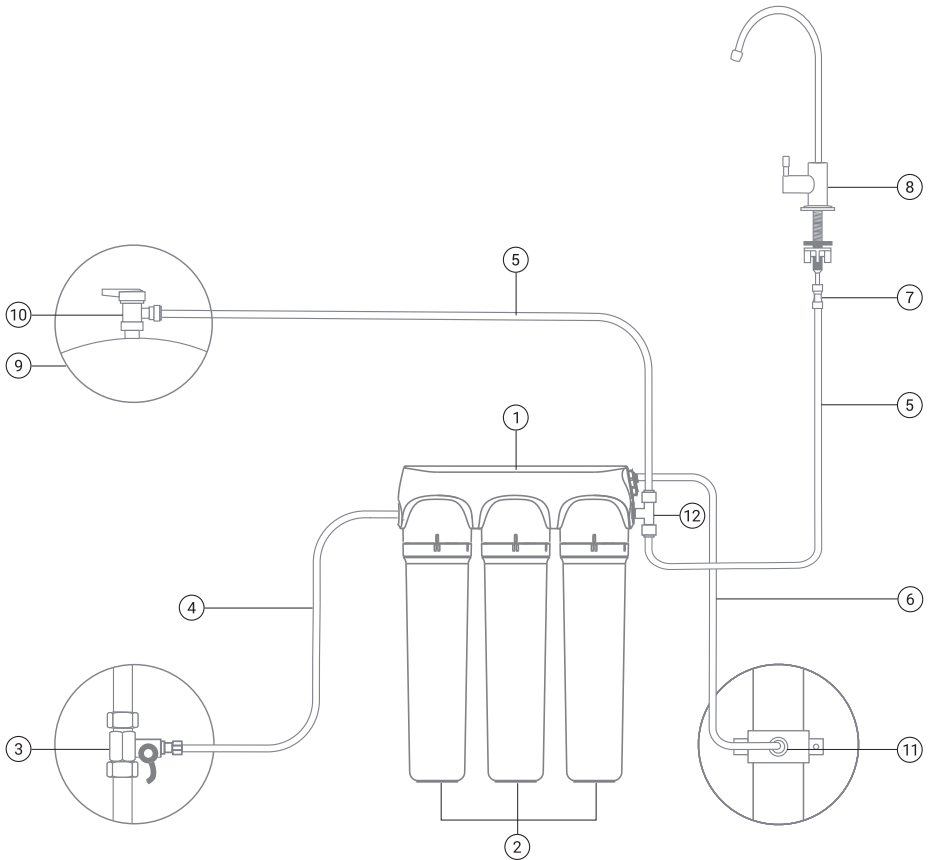
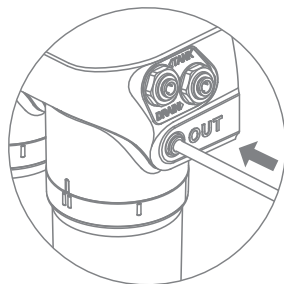
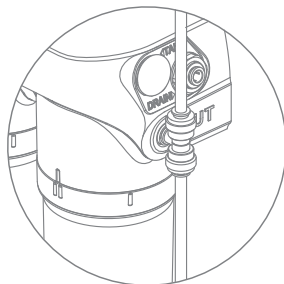

Рис. 12. Схема подключения Престиж Смарт Антибор.
Рис. 18
Рис. 19
5. Вставьте до упора свободный конец синей трубки в гнездо «OUT» на скобе фильтра (рис. 18). В фильтре Престиж Смарт Антибор свободный конец синей трубки подключается в фитинг-тройник 1/4" (рис. 19).
Вставьте до упора свободный конец трубки синего цвета в скобу фильтра с надписью «TANK». В фильтре Престиж Смарт Антибор свободный конец синей трубки подключается в фитинг-тройник 1/4" (рис. 12) / (рис. 19).